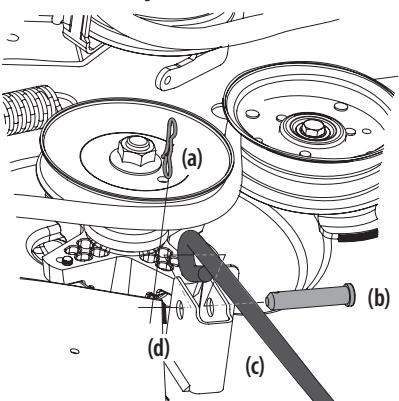

Figura 45
- b. Extraiga el tercer pasador con unión curva (a) del pasador de horquilla (b) que sujetá la varilla de control de la plataforma delantera (c) al soporte delantero de elevación de la plataforma (d). Extraiga los pasadores de horquilla (b). Consulte la Figura 45.